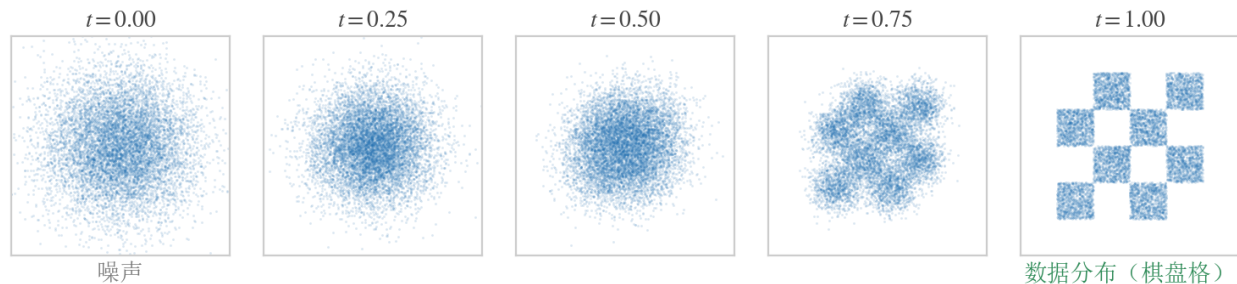

图 7: 流匹配的概率路径：五格从左到右是  $t = 0, 0.25, 0.5, 0.75, 1$ ， $t = 0$  是标准高斯噪声， $t = 1$  是数据分布（棋盘格），中间三格是  $x_t = (1 - t)\varepsilon + tx$  的分布（图取自 Xbotics 21 讲第 10 讲）
**流匹配：从噪声推出动作。**动作专家不是一步回归出动作，而是用**流匹配**（flow matching）一步步“推”出来。先看一个二维的小例子（图 7）：左边是一团标准高斯噪声，右边是想要生成的数据分布（这里是棋盘格）。流匹配学的是一个“速度场”，告诉每个点该往哪个方向走；从噪声出发沿着速度场走完全程，点就落到了数据分布上。中间三格是走到一半时点的分布：结构不是最后一步突然冒出来的，而是一点点显形。